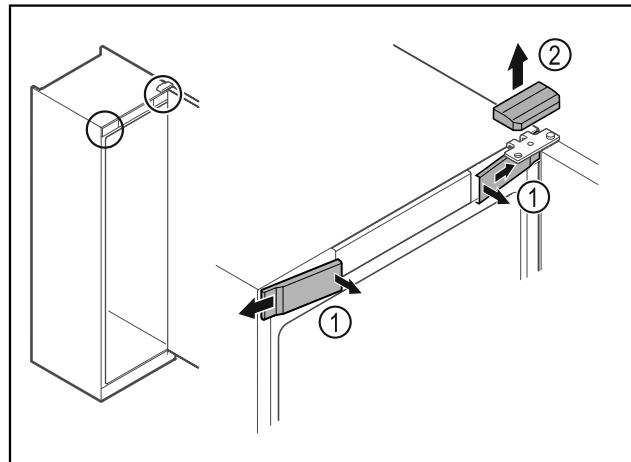

Fig. 8 *
- ▶ Откопчайте предните капаци Fig. 8 (1) отвътре и свалете настрани.*
- ▶ Свалете горния капак Fig. 8 (2) нагоре.*